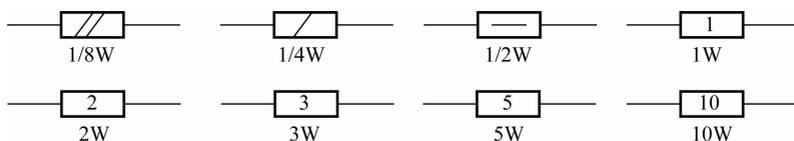

图 1-1-10 电阻器的额定功率标志
(3)在电路图中,为了表示电阻器额定功率的大小,一般会在电阻器符号上标注一些标志。电路图中电阻器的额定功率标志如图1-1-10所示,1W以下用线条表示,1W以上直接用数字表示功率的大小(旧标准用罗马数字表示)。